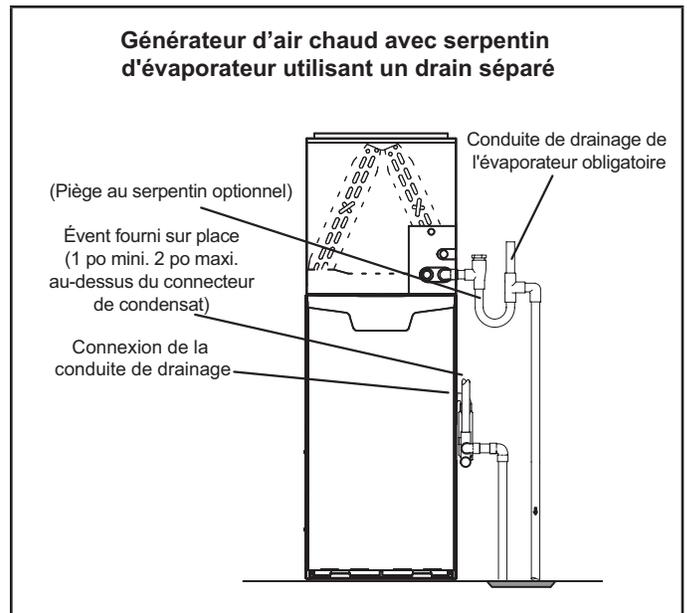
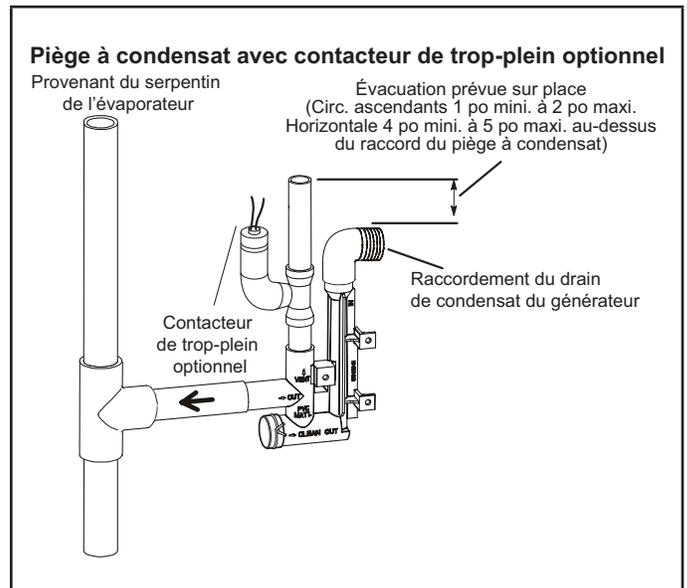
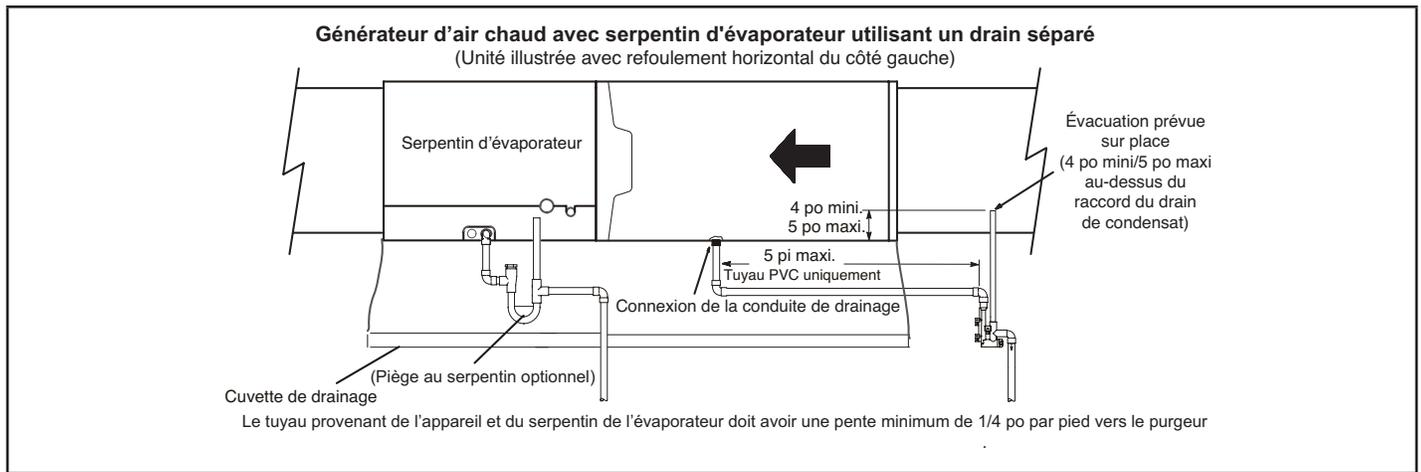
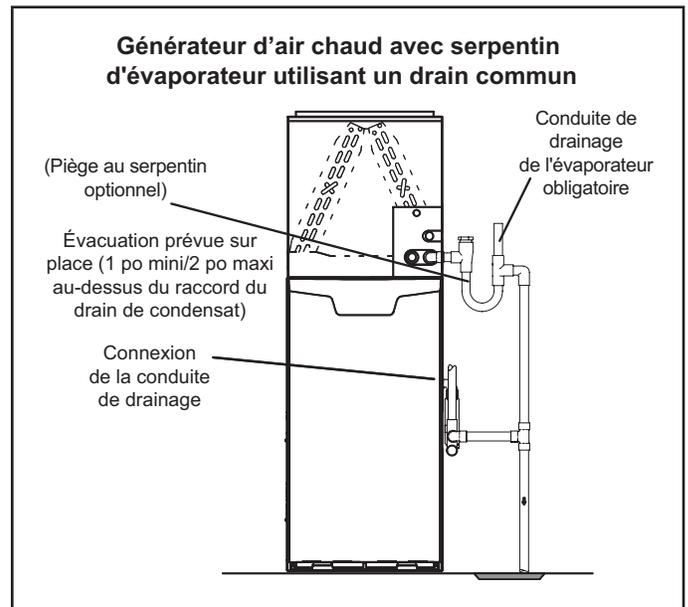

FIGURE 42
FIGURE 43
FIGURE 44
FIGURE 45
- 5 - La FIGURE 42 et la FIGURE 44 montrent l'appareil et le serpentin d'évaporateur utilisant un drain séparé. Si nécessaire la conduite de condensat de l'appareil et celle du serpentin d'évaporateur peuvent s'écouler ensemble. Voir la FIGURE 43, la FIGURE 45 et la FIGURE 46.
Circulation ascendante (FIGURE 45) - L'évacuation fournie sur place doit avoir une longueur comprise entre 1 po minimum et 2 po maximum au-dessus du raccord de sortie du drain de condensat. Toute longueur supérieure à 2 po peut provoquer la submersion de l'échangeur de chaleur si la conduite de vidange principale combinée était obstruée.